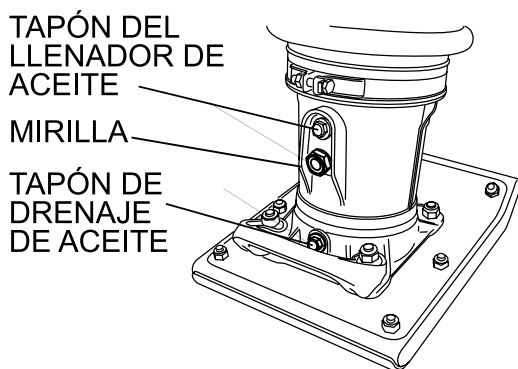

Figura 3. Mirilla del alojamiento del pie
1. Revise el nivel de aceite a través de la mirilla de nivel de aceite (Figura 3) ubicada en la parte posterior del pie del apisonador.
2. Si no observa aceite, agregue aceite de motor 10W-30 SE, SF o de calidad superior en la abertura del tapón de llenado de aceite (Figura 3). El baño contiene aproximadamente 1,7 pintas (820 cc).